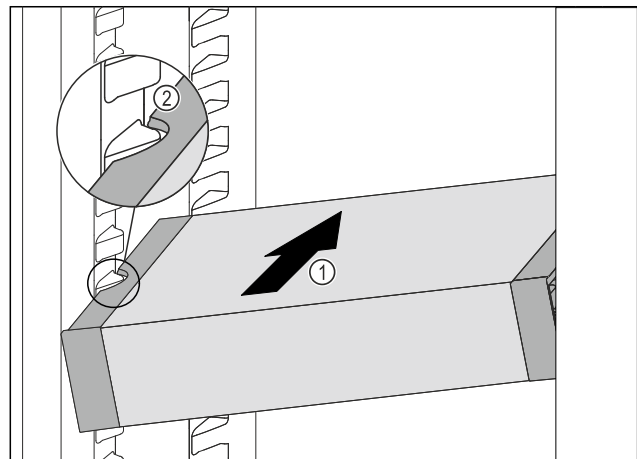

Fig. 96
- ▶ Inserire VarioSafe ad angolo nel vano frigorifero Fig. 96 (1), fino a quando le cavità laterali Fig. 96 (2) di VarioSafe non si trovano al livello della nervatura del contenitore nel vano frigorifero.